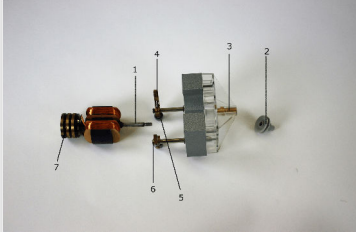

Abb. 2
- Setze den Motoraufsatz nach Abb. 2 zusammen.